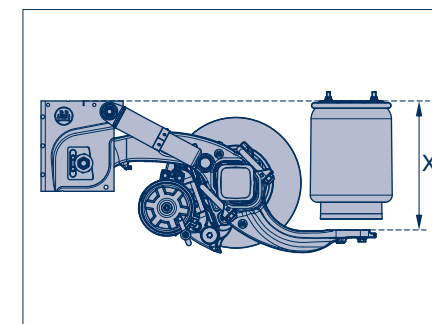

Рисунок 11
- [20] Измерить расстояние X (рисунок 11). Оно должно соответствовать зафиксированному значению из рабочего шага [7]. Допуск: +/- 1 мм.